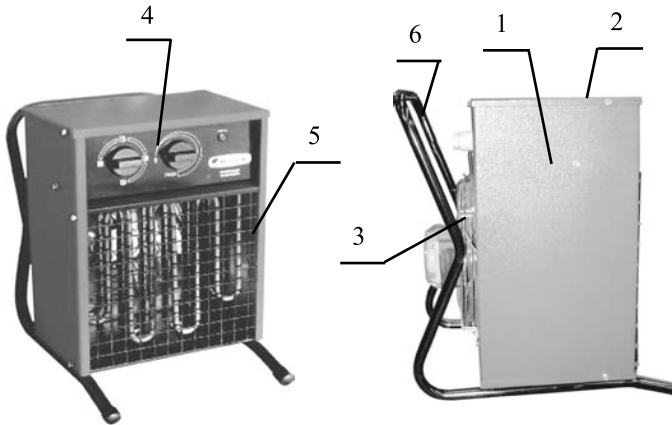

Рис.1 Тепловентилятор
5.1 Схема тепловентилятора представлена на рис.1